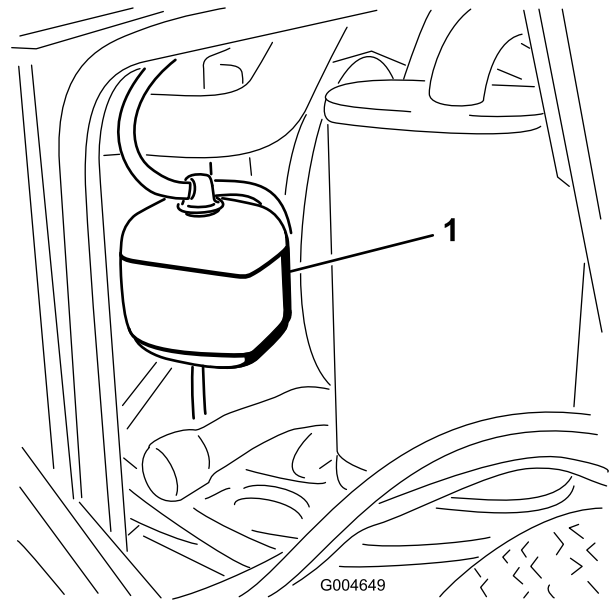

Figure 46
1. Vérifiez le niveau du liquide de refroidissement dans le vase d'expansion (Figure 46).